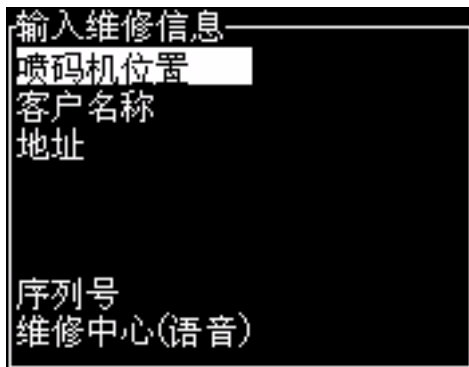

图 4-22: 输入维修信息对话框
- 2 选择 *Enter Service Information* (输入维修信息) 选项, 然后按下 *Enter* 按键。即会显示 *Enter Service Information* (输入维修信息) 对话框 (参见图 4-22)。